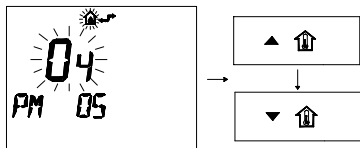

fig. 8.15
- 4 Modificare il **SET** programmato agendo sui pulsanti ed aspettare che il numero programmato cominci a lampeggiare fig. 8.15